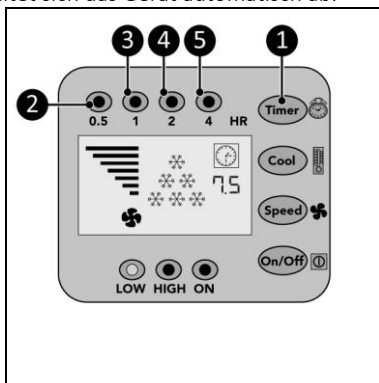

Abbildung 13
1. Drücken Sie die Timer-Taste (Abbildung 13, Pos. 1) wiederholt, um den Countdown-Timer zu starten von:
- 0,5 Stunden: Die 0,5-Stunden-Anzeige (Abbildung 13, Pos. 2) leuchtet auf;
- 1 Stunde: Die 1-Stunden-Anzeige (Abbildung 13, Pos. 3) leuchtet auf;
- 2 Stunden: Die 2-Stunden-Anzeige (Abbildung 13, Pos. 4) leuchtet auf;
- 4 Stunden: Die 4-Stunden-Anzeige (Abbildung 13, Pos. 5) leuchtet auf;
- 7,5 Stunden: Die 0,5-Stunden-Anzeige, die 1-Stunden-Anzeige, die 2-Stunden-Anzeige und die 4-Stunden-Anzeige (Abbildung 13, 3, 4 und 5) leuchten auf.